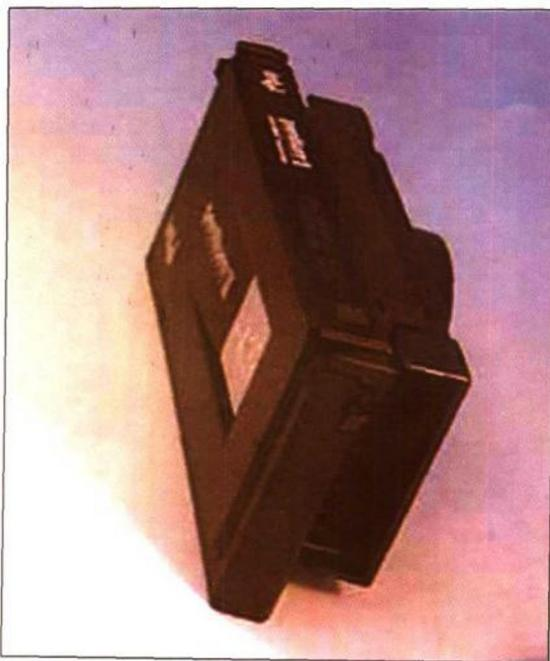

图 1-5
- 换一个角度可以看见的在和风扇之间的散热片，如图 1-5 所示。